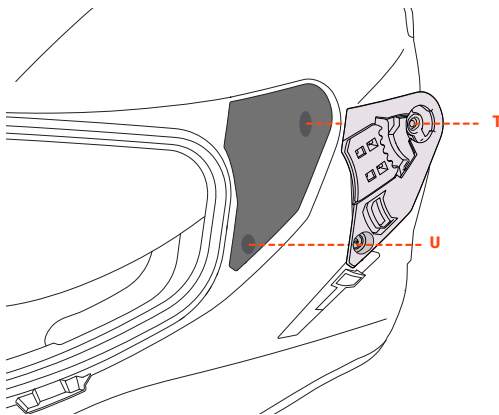

ABBILDUNG 16
■ VISIERMECHANISMUS – Abbildung 16 Ersetzung